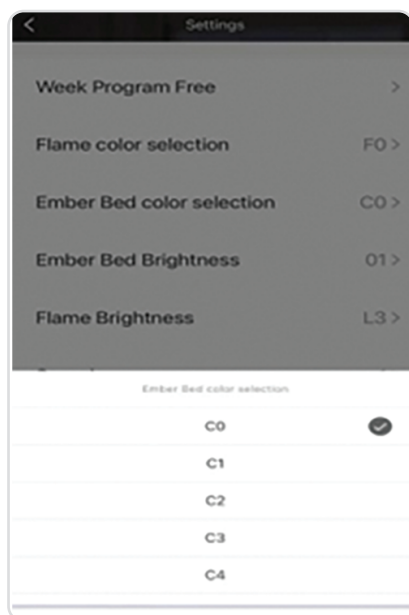

Rys. 10
5. Wchodząc w Program Tygodniowy można wybrać odpowiednią temperaturę na 24 godziny w dowolnym dniu tygodnia, jak pokazano na rys. 10.